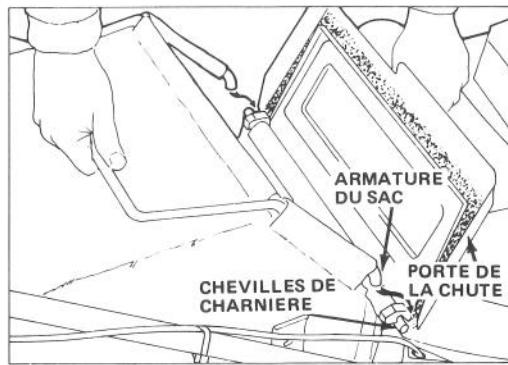
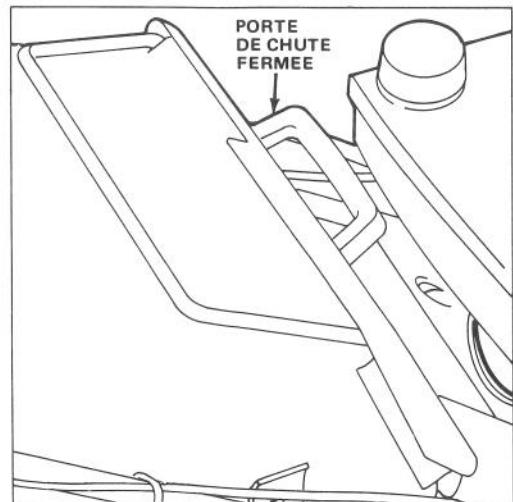

Figure 2
Figure 3
6. Pour installer le sac à herbe, levez la porte de la chute et accrochez l'armature du sac sur les chevilles de charnière (Fig. 2). Laissez le sac reposer sur le carter de la tondeuse par-dessus l'ouverture de la chute. Fermez la porte et veillez à ce qu'elle s'adapte bien sur le haut de l'ouverture du sac (Fig. 3).